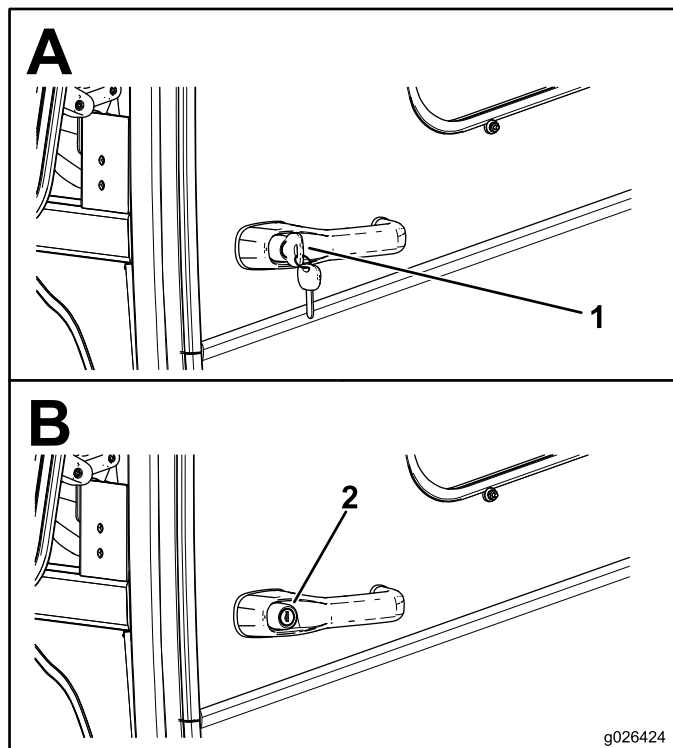

Figura 10
1. Inserite la chiave nell'apertura della maniglia se la porta è chiusa a chiave, e ruotate la chiave in posizione di apertura (Figura 10).
2. Spingete il pulsante sulla maniglia e aprite la porta (Figura 10).